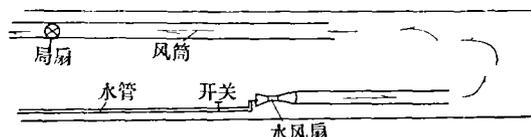

图6 代替混合通风的局扇
3. 代替机械化混合式通风装置中的压入式工作的局扇（图6）。